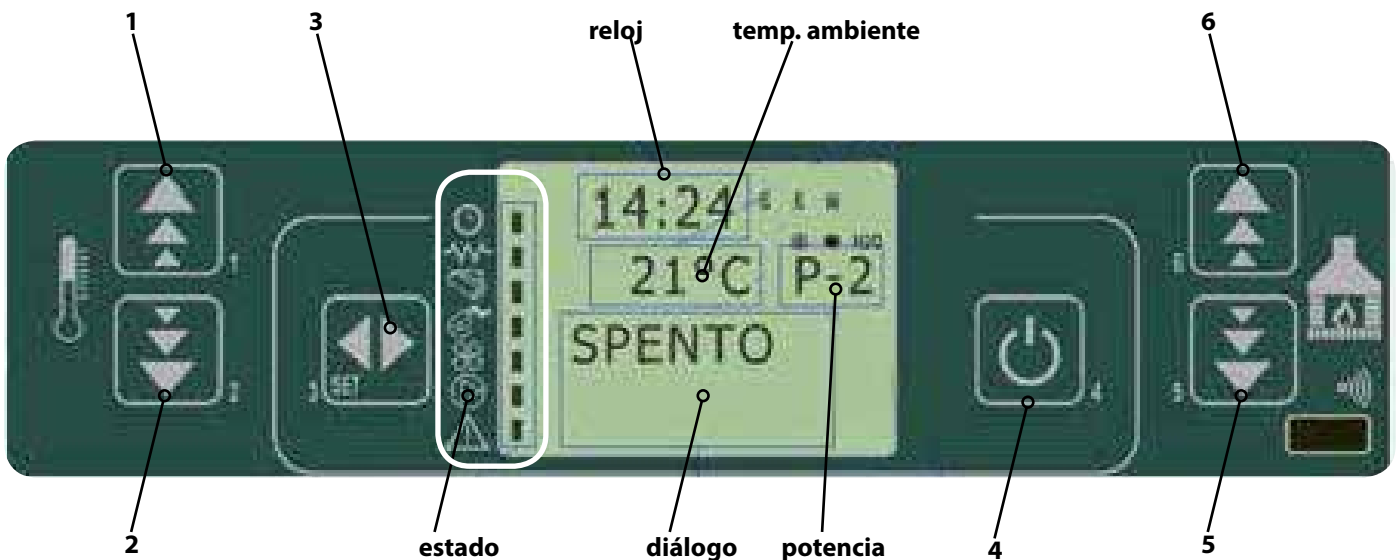

fig. 18a Descripción de los botones
Permite configurar la hora y la fecha corrientes. El panel lleva una batería de litio que permite al reloj interior una autonomía superior a los 3/5 años. Para modificar los valores, desde el menú **02 - Set Crono**, utilizando las teclas (5) y (6) fig. 18a desplácese por las opciones hasta la opción "02 - program día", escoja los nuevos valores con las teclas (1) y (2) fig. 18a, luego confirme con la tecla (3) fig. 18a.
Permite seleccionar el idioma de diálogo entre los disponibles. Para modificar el idioma, desde el menú **03 - Escoger idioma**, utilizando las teclas (1) y (2) fig. 18a desplácese por las opciones hasta el idioma que desea.
Activa la modalidad "STAND-BY" que lleva el producto a apagado, después de que la temperatura ambiente permanece más tiempo del predefinido, superior al valor programado (SET). Después del apagado que sigue a esta condición, el nuevo encendido se podrá realizar solo cuando la temperatura programada (SET) sea inferior a la del ambiente, durante un determinado período. Para modificar la modalidad, desde el menú **04- Modo stand-by**, utilizando las teclas (1) y (2) fig. 18a se puede activar/desactivar.
Cuando se ha configurado la selección en (SET) se deshabilita la señal acústica. Para modificar la modalidad desde el menú, **05 - Zumbador**, utilizando las teclas (1) y (2) fig. 18a se puede activar/desactivar.